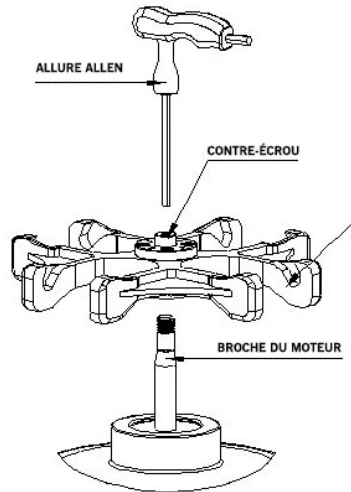

Figure 4 : Schéma d'installation du rotor
**Les étapes de l'installation du rotor (comme indiqué à la figure 4) :**
- Comme le montre la figure 4, préparez le rotor à utiliser. Tenez le rotor à deux mains, alignez le trou central du rotor avec l'arbre du moteur, placez-le verticalement et poussez-le jusqu'à la partie conique de l'arbre. Relâchez les deux mains et appuyez à nouveau sur le rotor avec les mains.